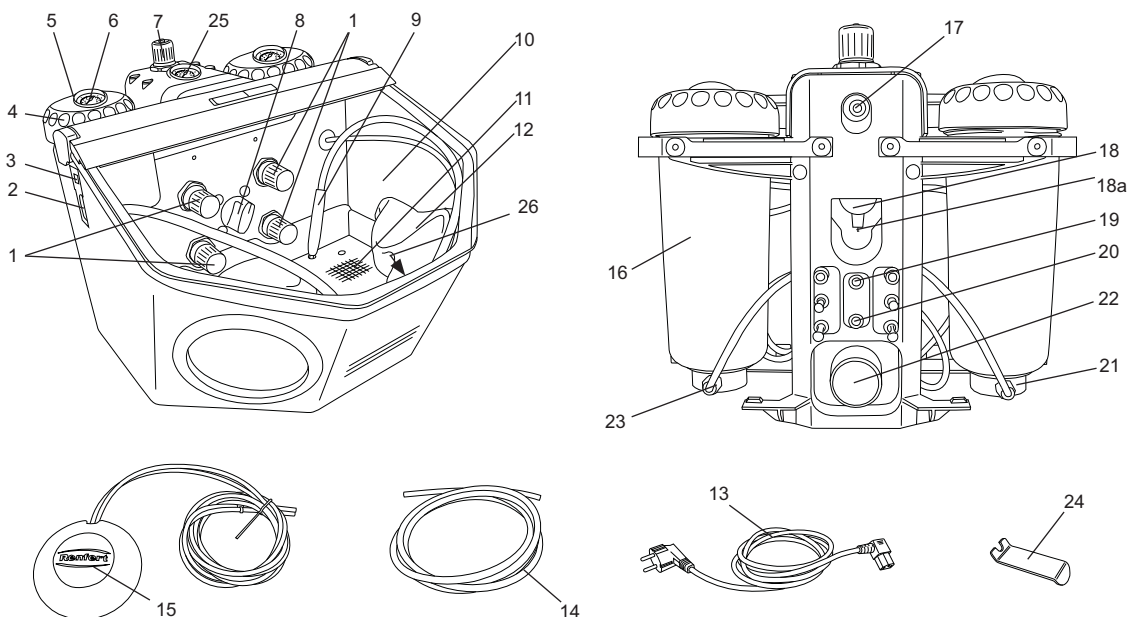

Abb. 1
- Druckluftschlauch (14) bis zum Anschlag in Schlauchanschluß (17) einstecken. Dabei ist ein leichter Widerstand spürbar zu überwinden.
- Prüfen das Anschlußdruck im erforderlichen Bereich liegt (siehe tech. Daten). Anzeige erfolgt am Manometer (25, Abb.1).
Zum Entfernen von Strahlmittelresten und Staub kann die Ausblasdüse (26, Abb.1) verwendet werden.
- Beleuchtung einschalten (3).
- Am Wahlschalter (8, Abb.1) den Strahl tank wählen.
- Fußschalter (15, Abb.1) betätigen.